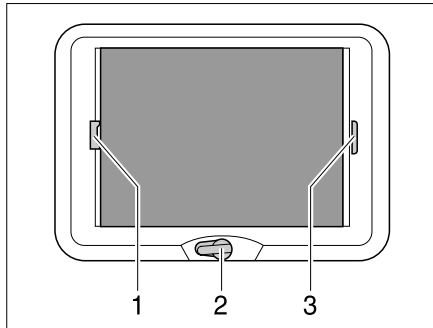

Bild 28 Kurbelhub-Dachhaube
- ▶ Die Handkurbel (Bild 28,2) drehen, bis Widerstand spürbar ist (max. Öffnungswinkel 70°).
- ▶ Die Faltverdunklung am Griff (Bild 28,3) ziehen und an der gewünschten Position loslassen. Die Faltverdunklung bleibt in dieser Position stehen.
- ▶ Den Insektenschutz am Griff (Bild 28,1) zum gegenüberliegenden Griff der Faltverdunklung (Bild 28,3) ziehen und einrasten lassen.
- ▶ Den Griff des Insektenschutzes (Bild 28,1) hinten nach oben drücken und den Insektenschutz an der Faltverdunklung (Bild 28,3) aushängen.